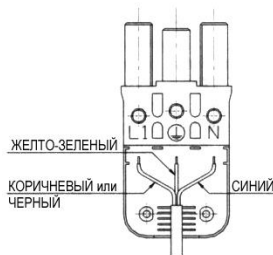

Рис. 10
- Подключите электрические провода к вилке, как показано на рис. 10.